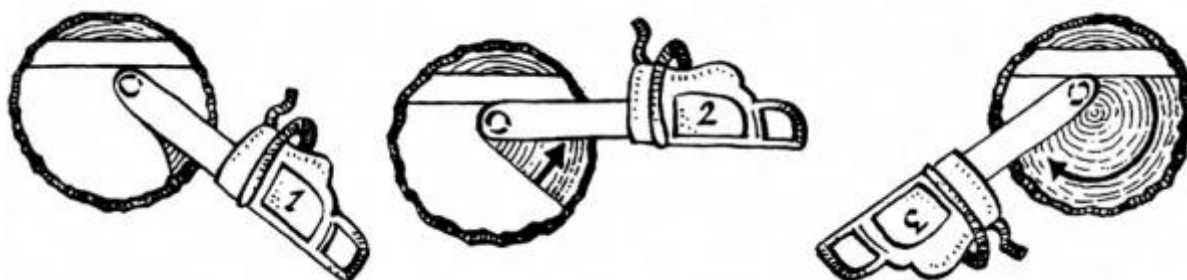

Figura 10.
- Introduciremos la espada, por la punta, penetrando detrás de la madera de sostén y cortando hasta llegar a la bisagra. (Figura 10).